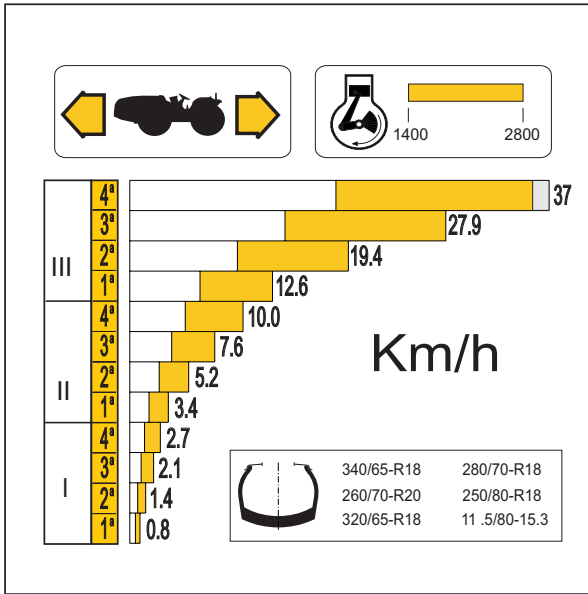
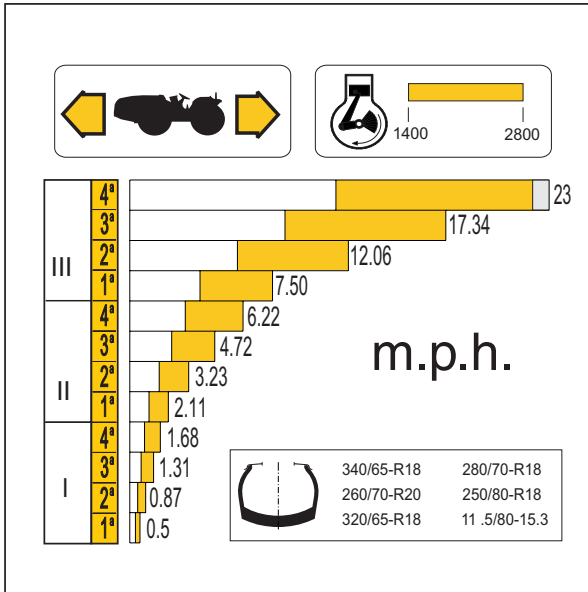

Abb. 5.20
Abb. 5.21
Der Aufkleber (123) auf der rechten Seite direkt unter dem Lenkrad zeigt die perfekte Progression der Schaltstufen ohne Übereinanderlagerung der Geschwindigkeiten sowohl im Vorwärtsgang, als auch im Rückwärtsgang, mit den angegebenen Reifen u. UPM (Abb. 5.20 und Abb. 5.21).